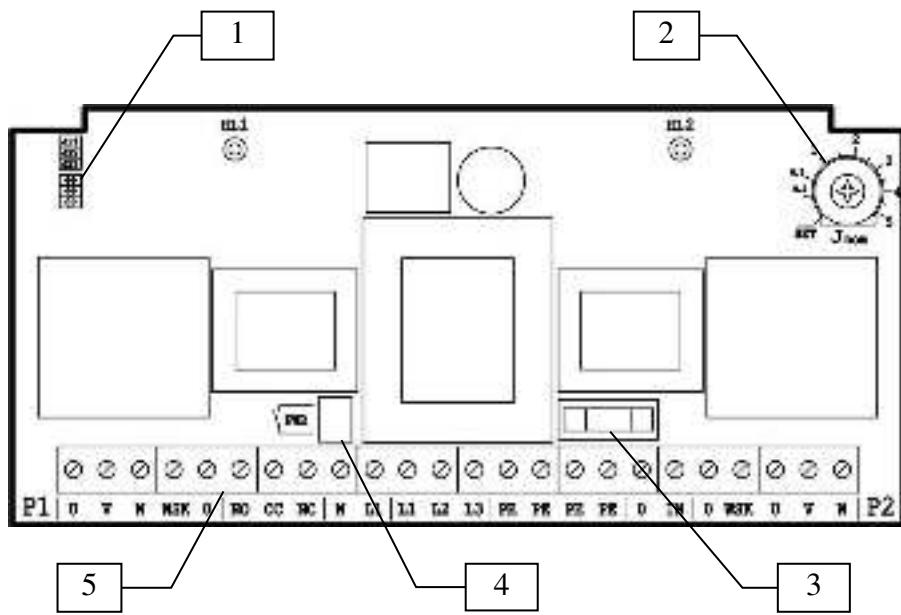
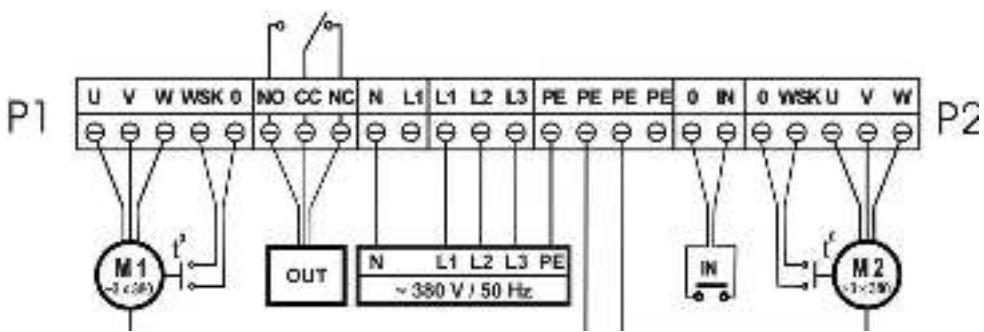
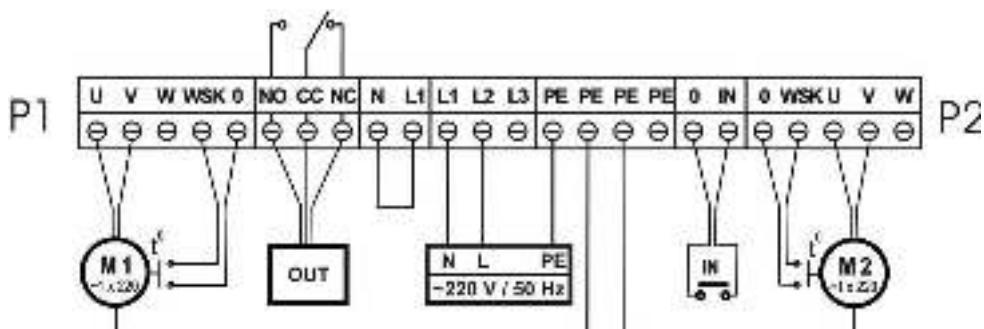

Рис. 2 Внутренний вид прибора
Рис. 3 Схема подключения прибора к трехфазной электросети
Рис. 4 Схема подключения прибора к однофазной электросети
5.2 Внутренний вид прибора (рис. 2)
- для подключения питающей электросети необходимо использовать соответствующие клеммы и кабель с сечением соответствующим току потребляемому двигателями. Схемы подключения питающей электросети в зависимости от количества фаз приведены на рис.3 и рис.4:
L1, L2, L3, N, PE -клеммы для подключения к трехфазной электросети ~380 В,50 Гц (рис.3);
L1, L2, PE - клеммы для подключения к однофазной электросети ~220 В,50 Гц: L2-фаза, L1-нейтраль. Так же необходимо соединить перемычкой клеммы N и L1 (рис.4);
- при подключении внешнего устройства сигнализации неисправности/работы используется выходное реле **OUT** - клеммы **NO**, **CC**, **NC** (рис.3, рис.4). При помощи перемычек **JP2** и **JP3** (рис.2, поз.1), устанавливается функция выходного реле OUT (см. п.7).
- после электрического подключения необходимо подсоединить клемму основного выключателя к соответствующему разъему на плате прибора (рис.2, поз.4).
- установить при помощи перемычки **JP1** (рис.2, поз.1) время автоматического переключения насосов:
- установить при помощи перемычек **JP2** и **JP3** (рис.2, поз.1) функцию выходного реле **OUT** - клеммы **NO**, **CC**, **NC** (рис.3, рис.4):
- произвести регулировку защитного отключения насоса при превышении тока в двигателе с помощью потенциометра номинального тока J_{nom} , (рис.2, поз.2). **Внимание! Не прикладывать чрезмерного усилия при вращении потенциометра!**